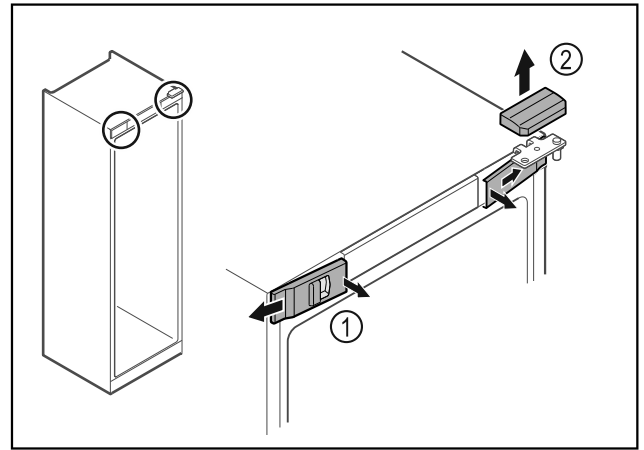

Fig. 8
- ▶ Ξεκουπώστε εσωτερικά τα μπροστινά καλύμματα Fig. 8 (1) και αφαιρέστε τα προς το πλάι.
- ▶ Αφαιρέστε προς τα επάνω το επάνω κάλυμμα Fig. 8 (2).